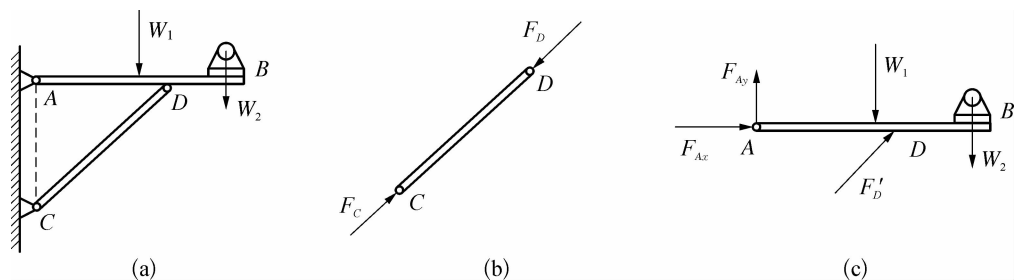

图 1-1-19 支架
**【例 1-3】** 如图 1-1-19(a)所示,水平梁  $AB$  用斜杆  $CD$  支撑,  $A$ 、 $C$ 、 $D$  三处均为光滑铰链联接。均质梁重  $W_1$ ,其上放置一重为  $W_2$  的电动机。不计杆  $CD$  的自重,试分别画出杆  $CD$  和梁  $AB$  (包括电动机)的受力图。
**解：**① 取杆  $CD$  为研究对象 由于斜杆  $CD$  的两端为光滑铰链，自重不计，因此杆  $CD$  为二力杆，由经验判断，此处杆  $CD$  受压力，杆  $CD$  的受力如图 1-1-19(b)所示。
② 取梁  $AB$  (包括电动机) 为研究对象，它受有  $W_1$ 、 $W_2$  两个主动力的作用。梁在铰链  $D$  处受有二力杆  $CD$  给它的约束反力  $F'_D$  的作用。根据作用和反作用公理， $F'_D$  与  $F_D$  方向相反。梁受固定铰支座给它的约束反力的作用，由于方向未知，可用两个大小未定的正交分力  $F_{Ax}$  和  $F_{Ay}$  表示。梁  $AB$  的受力如图 1-1-19(c)所示。
① 力是物体间相互的机械作用。因此，对研究对象所受的每个力均应清楚哪个是施力物体，以免多画或漏画力。
② 分析约束反力时应严格区分约束类型，确定相应的约束反力。
③ 分析两物体间相互的机械作用时，应该注意运用作用力与反作用力定理来判断和检查。
④ 柔性体约束的约束反力只能是拉力，不会是压力。
⑤ 善于运用二力构件来帮助进行受力分析，正确运用三力平衡汇交定理。